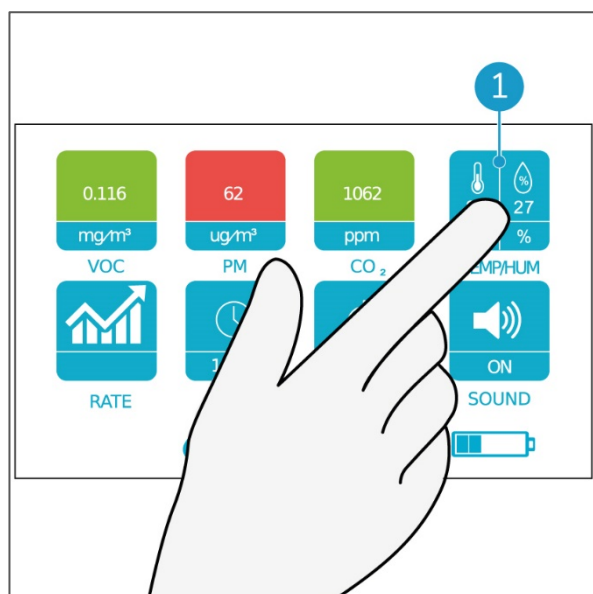

Figura 16
1. Tocca il tasto TEMP/HUM (Figura 16, pos 1) con il dito.